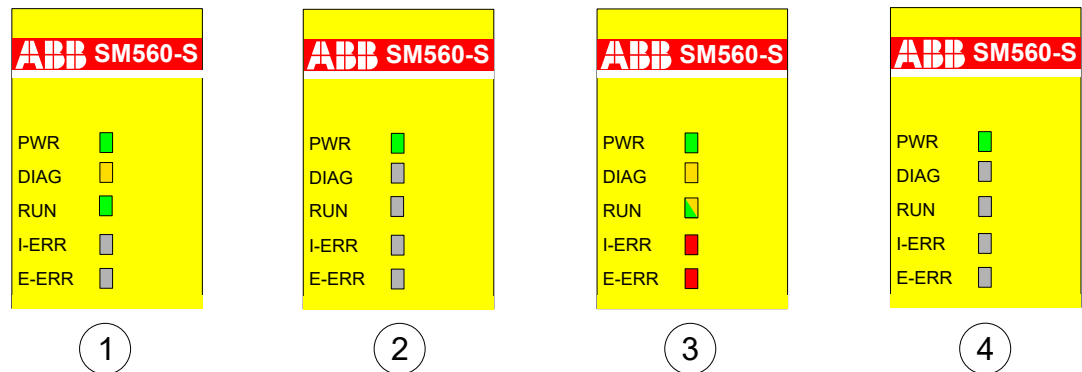

Abb. 11: LED-Anzeige der Sicherheits-CPU während des Starts
**INIT** Dies ist ein zeitlich beschränkter Systemstatus während des internen Sicherheitsdiagnostetests und Startvorgangs. Informationen zu den LED-Zuständen finden Sie unter Abb. 11, Seite 47.